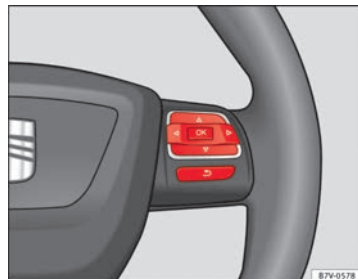

Fig. 38 Lado derecho del volante multifunción: Teclas para utilizar los menús del cuadro de instrumentos.
- Si se visualiza un mensaje o el pictograma del vehículo, pulsar la tecla **OK** (⇒ fig. 37 **A**) o bien ⇒ fig. 38).